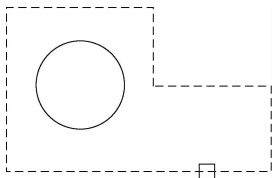

图 3-16 选中边界
(2)“添加:选择对象”按钮。用于选择图案填充的边界对象。该方式需要用户逐一选择图案填充的边界对象,选中的边界对象将变为虚线,如图 3-16 所示,系统不会自动检测内部对象,如图 3-17 所示。